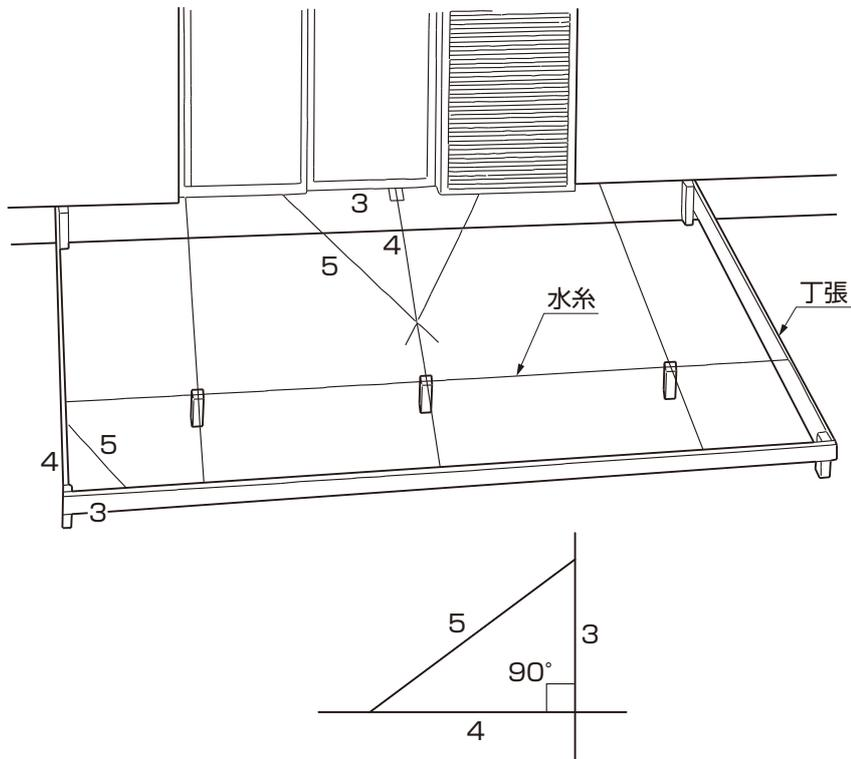
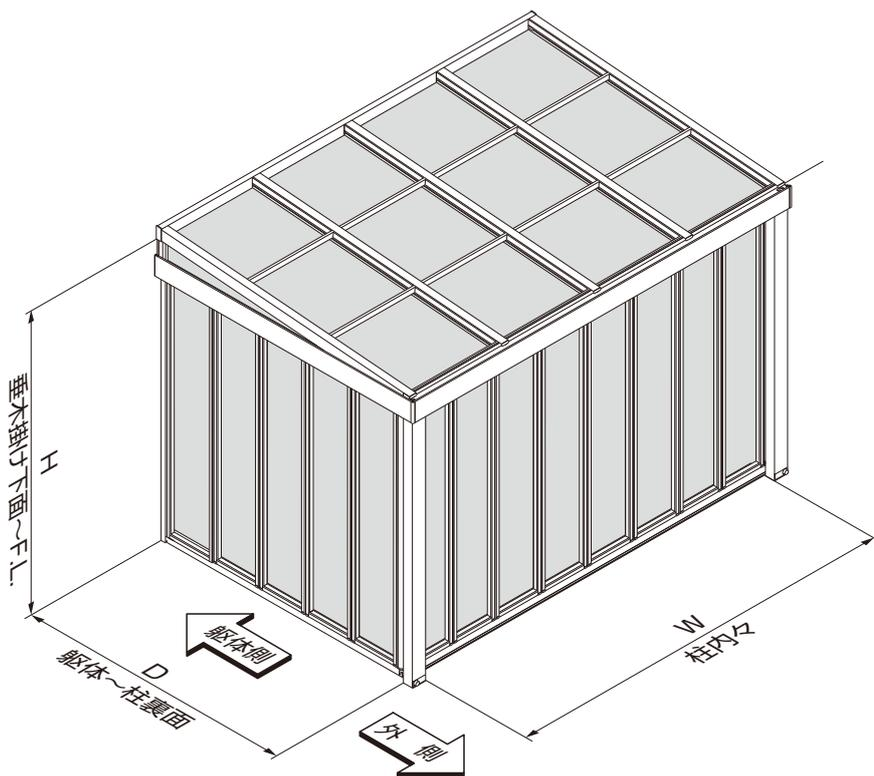

図7-1 直角出し寸法
図7-2
- ①「基本寸法と各部の名称(P.8)」を参照して本体の取付位置およびフロアの高さを決めてください。
- ②前面・両側面に丁張を組んでください。
- ③躯体に柱寸法の印をつけ、図7-1の方法で直角をだし、束柱の位置を出してください。
- ④束柱の位置から、両側の柱位置を決めてください。
- ⑤基準となる箇所の寸法を図7-2を参照し、必要部分の墨出しをしてください。
- 各コーナーの直角を定規、図7-1の方法等で割り出してください。